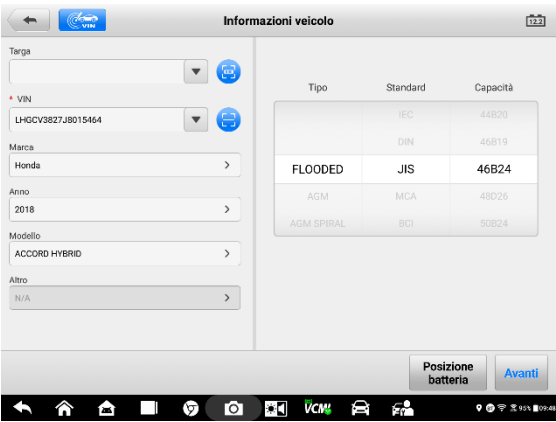

Figura 8-4 Schermata informativa sulla batteria
1. Nella schermata Informazioni sul veicolo (Figura 8-4), tocca **Avanti** . Segui le istruzioni visualizzate sullo schermo. Una volta completate tutte le attività richieste, seleziona le caselle e tocca **Avvia test** .